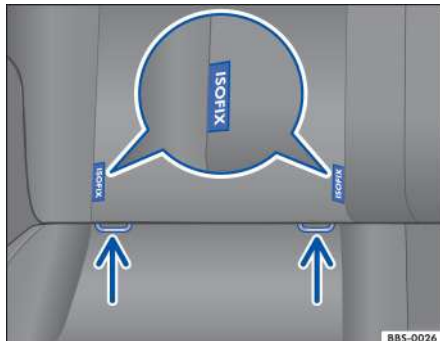

Рисунок 35. На автомобильном сиденье: маркировка крепления детского кресла ISOFIX
- Прижмите фиксирующий рычаг детского кресла к креплению ISOFIX в направлении, указанном стрелкой → Рисунок 35. Детское кресло должно быть надежно зафиксировано со слышимым щелчком.
Место установки крепления ISOFIX отмечено символом →Рисунок 35.